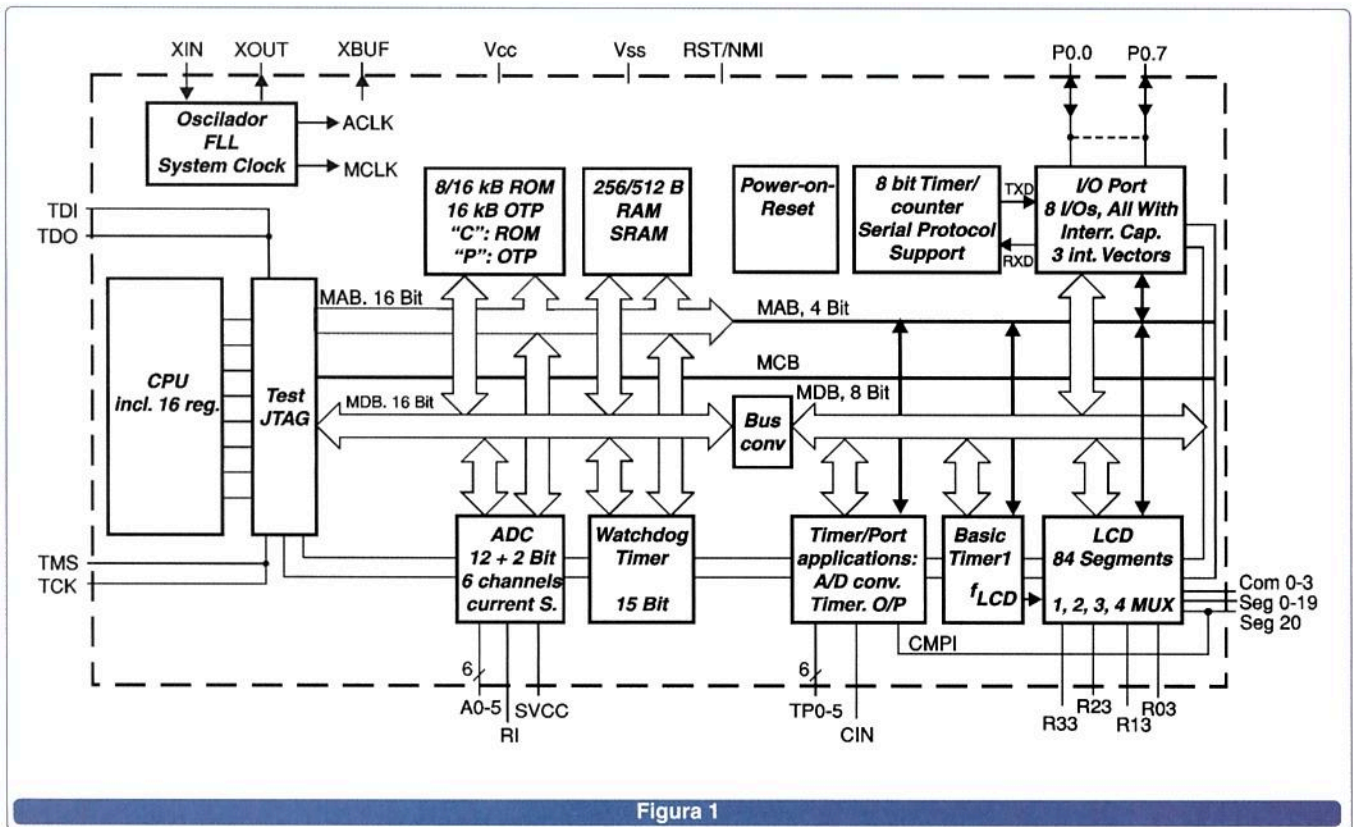

Figura 1
*Bean* constitui essencialmente toda a funcionalidade de um componente da CPU. Por exemplo, na **figura 1** está uma janela demonstrando as propriedades do *bean* TimerInt, que contém todos os recursos de uma CPU que está apta a gerar temporizações e interrupções de *hardware*.
Os *Beans* possuem uma interface com usuário bem simples, que ele controla em tempo de desenvolvimento utilizando o *Bean Inspector* (veja figura 1). *Bean Inspector* permite o acesso a várias propriedades, métodos e eventos associados aos *beans*.